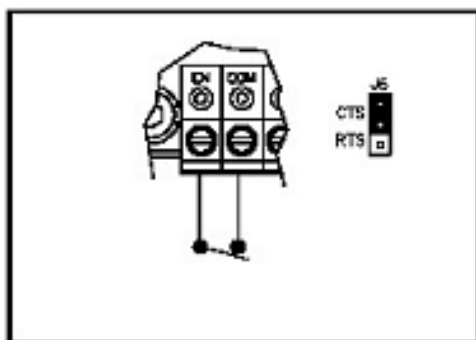

图 16
5.3如果需要惯性下滑停机操作,将跳线J6设置到CTS位置。当“EN”和“COM”端子之间的触点断开时,马达输出惯性下滑停机。参见图16。